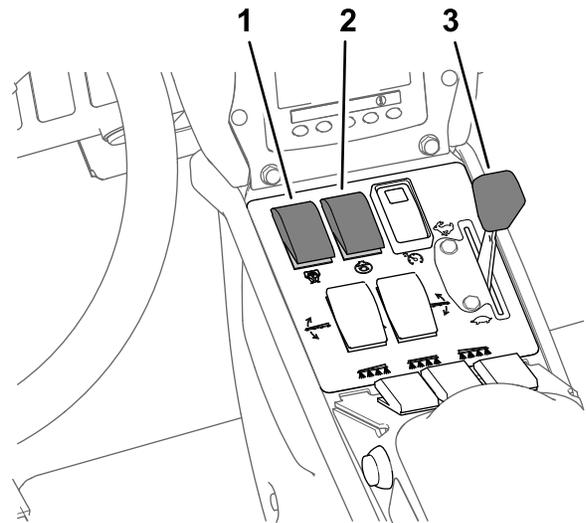

Bild 40
8. Stellen Sie den Rührwerk- und Sprühpumpenschalter in die EIN-Stellung (Bild 40).
9. Stellen Sie die Gasbedienung in die SCHNELL-Stellung (Bild 40).
Hinweis: In diesem Schritt wird vorausgesetzt, dass die Sprühpumpe eingeschaltet ist, siehe Bild 40 in Sprühen im Dosierungsmodus \(Seite 38\).
4. Stellen Sie die Gasbedienung auf die gewünschte Motordrehzahl, siehe Bild 40 in Sprühen im Dosierungsmodus \(Seite 38\).